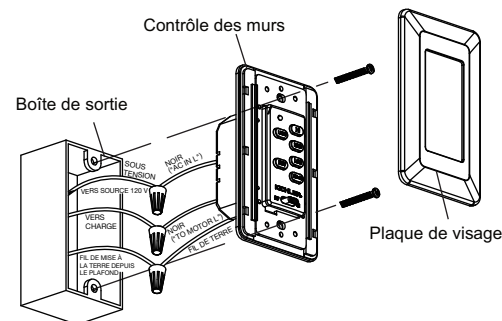

Fig. 30
Étape 2. Placez le contrôle du mur à la boîte de sortie, connectez les fils avec les connecteurs de fil fournis. (Fig. 30)
Étape 3. Sécurisez les connexions de fils et assurez-vous qu'il n'y a pas de brins ou de connexions lâches. Remettez les connexions de fil à l'intérieur de la boîte de sortie et fixez le contrôle de mur à la boîte de sortie avec des vis fournies. Ajusté la plaque de visage au contrôle de mur. (Fig. 30)